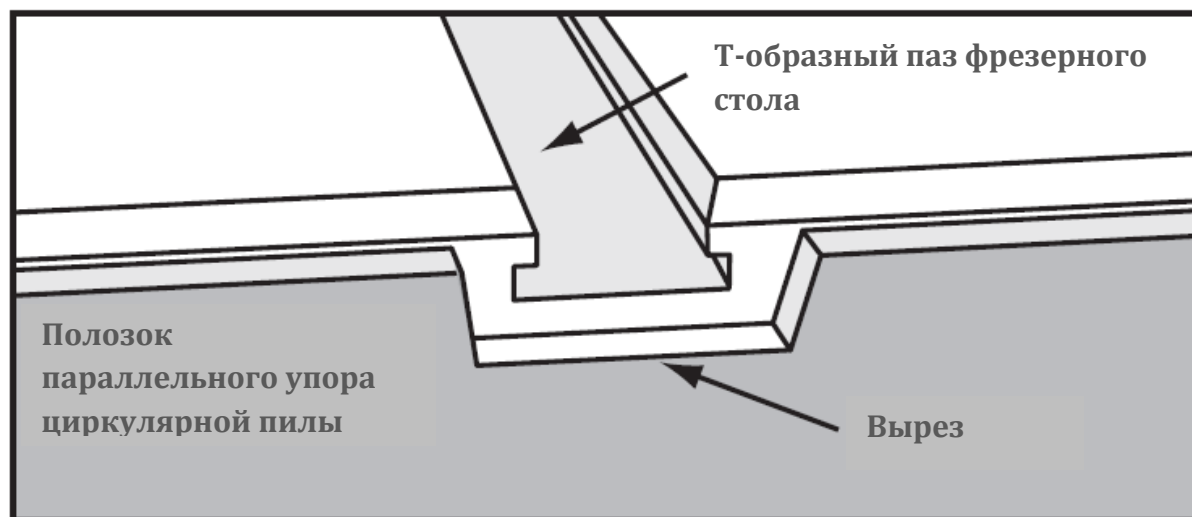

Рис. 4. Пример модификации бруса направляющей планки
5. При наличии длинных полозьев параллельного упора циркулярной пилы, которые выходят за пределы Т-образных пазов фрезерного стола, необходимо модифицировать верхнюю часть полозьев. Это влечёт за собой изготовление вырезов, которые соответствуют размерам Т-образных пазов фрезерного стола или выходят за пределы этих размеров, как показано на **рис. 4**.